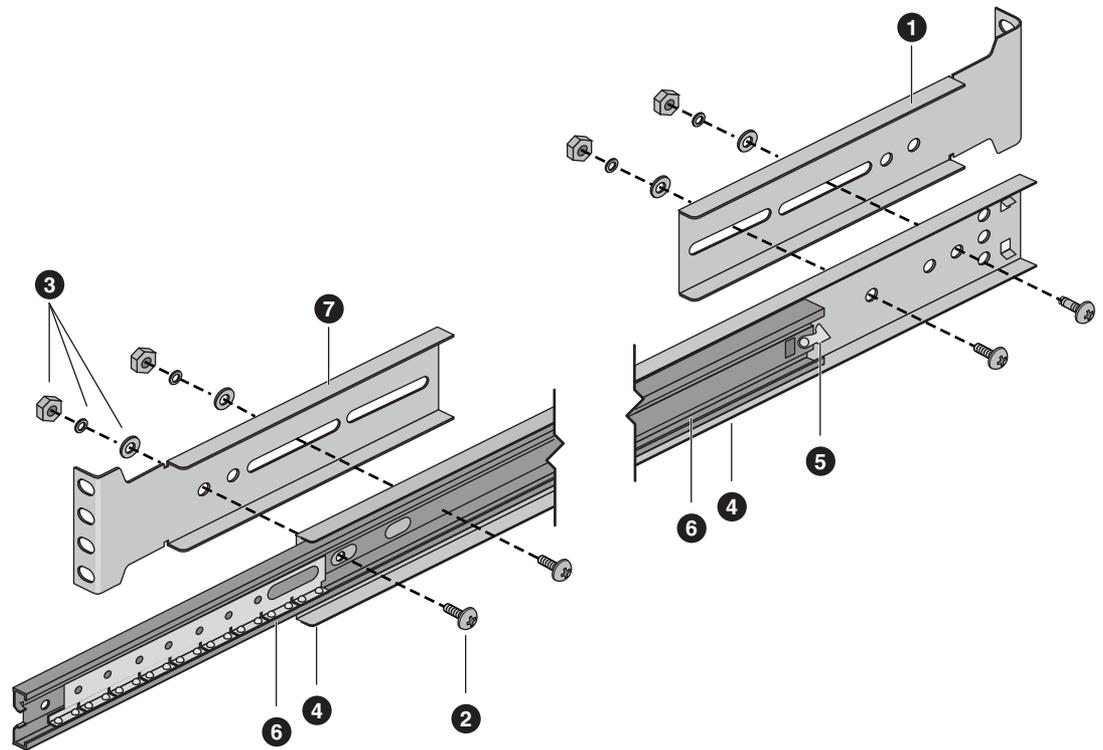

Figura B-3 Barra centrale e barra esterna grande
Utilizzare la Figura B-3 e la procedura di seguito riportati per montare la barra centrale e la barra esterna sulle staffe ad angolo retto che si innestano sulle guide verticali del rack.
3. Far scorrere la barra verso la parte anteriore del rack fino ad allineare l'estremità della barra esterna all'estremità della sezione a U della staffa anteriore (vedere Figura B-3).
Nella Figura B-3 sono illustrati la parte a scorrimento e i seguenti componenti: